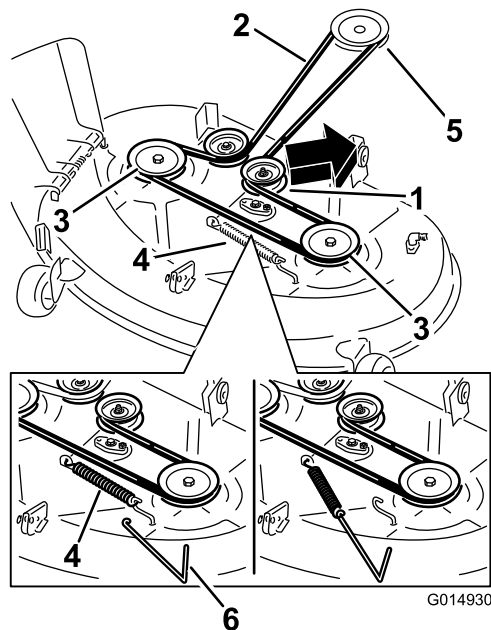

Figura 60
6. Pase la correa nueva alrededor de las poleas del motor y del cortacésped (Figura 60).
7. Usando una herramienta para la retirada de muelles, instale el muelle tensor sobre el gancho de la carcasa y tense la polea tensora y la correa del cortacésped (Figura 60).
5. Usando una herramienta para la retirada de muelles (Pieza Toro N° 92-5771), retire el muelle tensor del gancho de la carcasa para eliminar la tensión de la polea tensora, y retire la correa de las poleas (Figura 60).